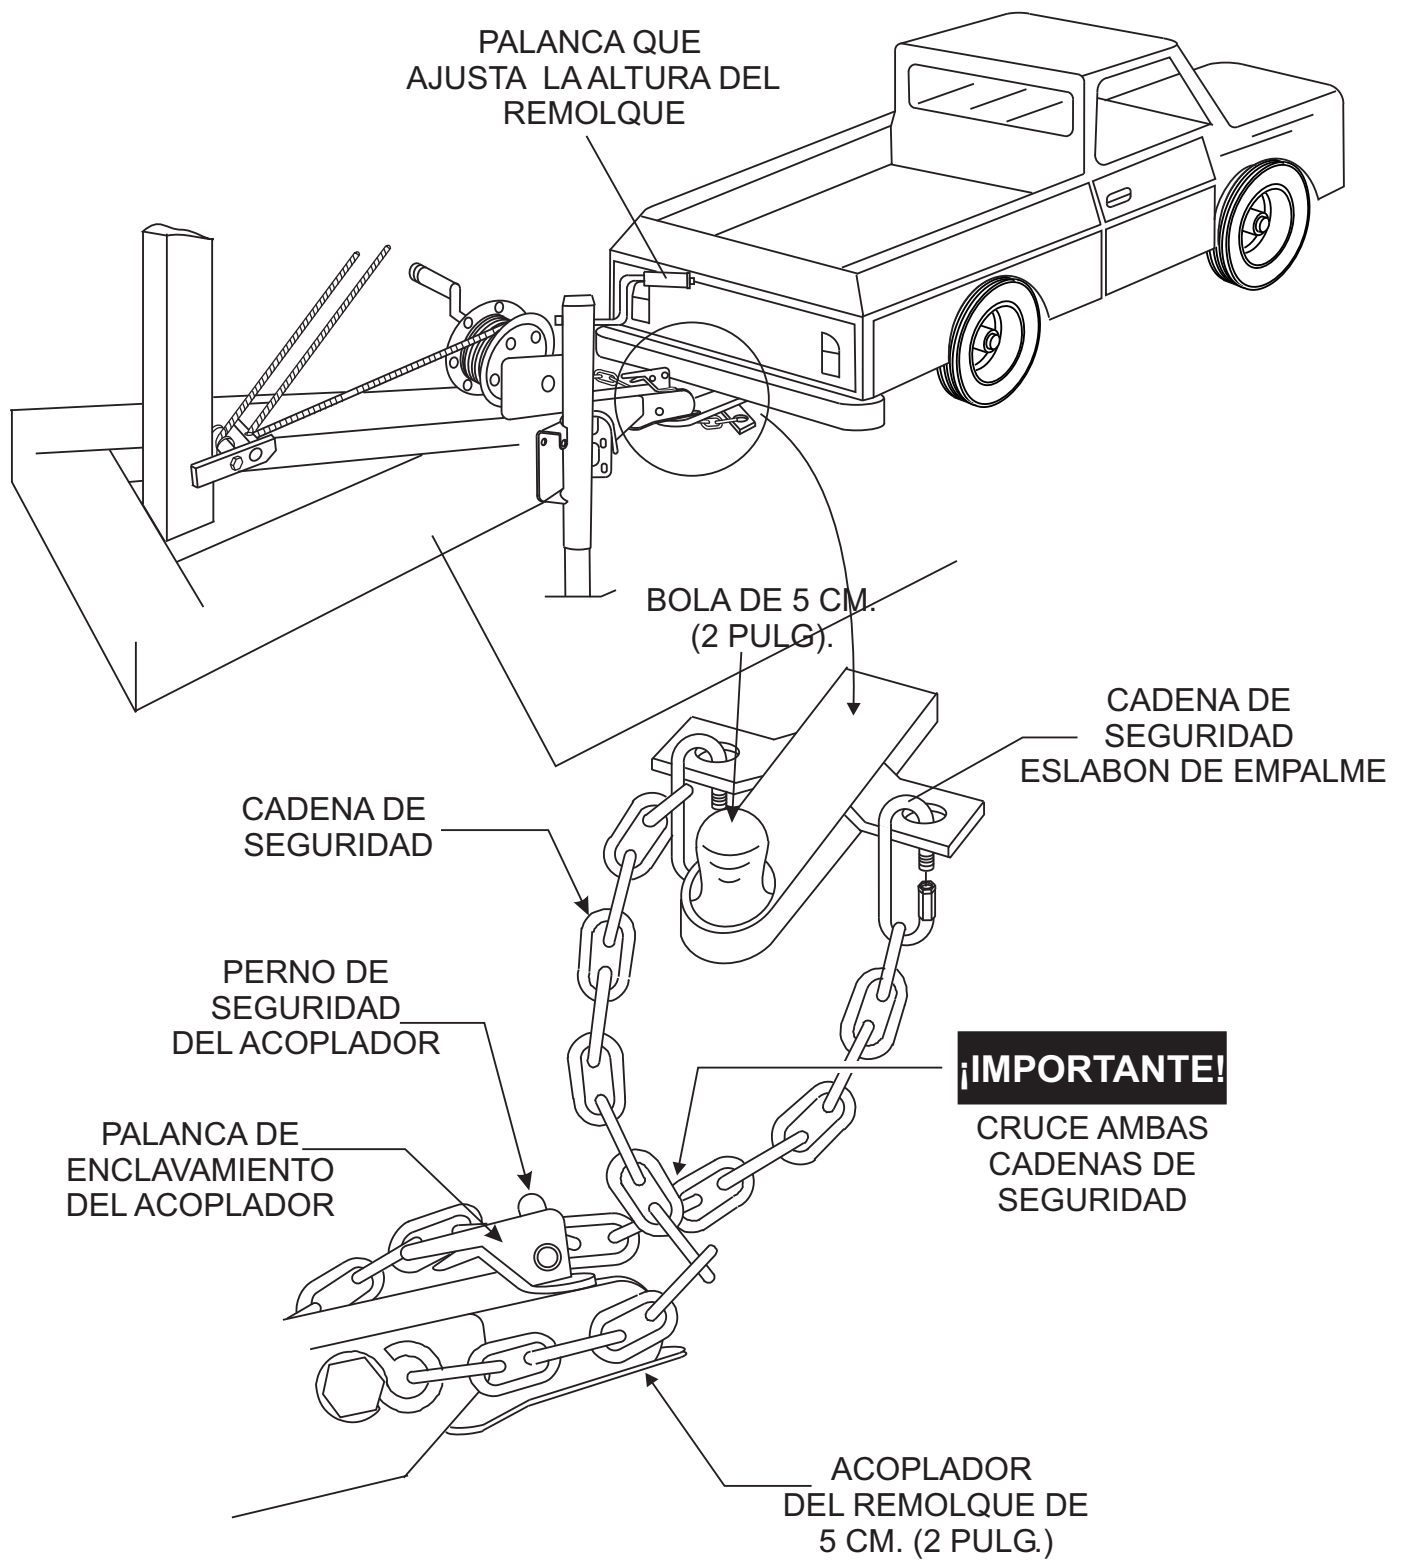

Figura 7. Cadenas de seguridad/acoplador de enganche del remolque
4. Sujete las cadenas de seguridad, como se muestra en la Figura 7. Recuerde **cruzar** las cadenas de seguridad.